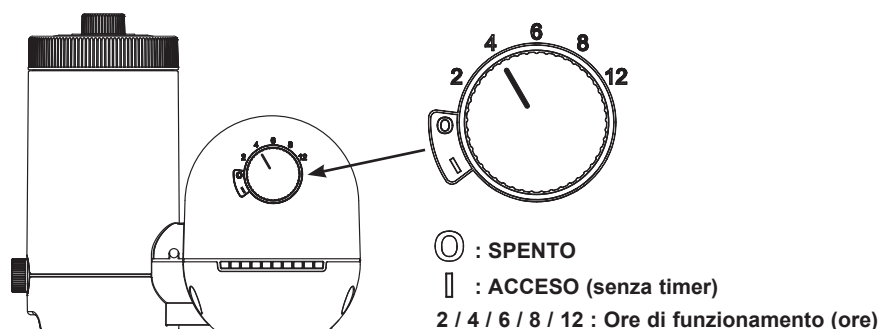

FIG. 10
4. Quando l'acqua scorre nella pompa filtro, permetterà all'aria intrappolata di fuoriuscire attraverso la valvola (2). Quando tutta l'aria sarà fuoriuscita l'acqua scorrerà fuori dalla valvola (2). Quando l'operazione è terminata stringere la valvola (2) in senso orario.
- A. Collegare il cavo di alimentazione alla presa di corrente e impostare la manopola del timer sulle ore di funzionamento desiderate. **Vedi Fig. 10.** Vedere la tabella relativa al "Tempo di funzionamento" per la programmazione delle ore di funzionamento a seconda delle dimensioni della piscina.